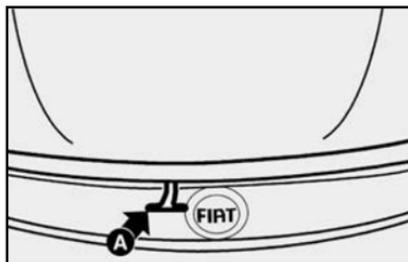

fig. 58
- 2) Tire de la traba **A-fig. 58**.